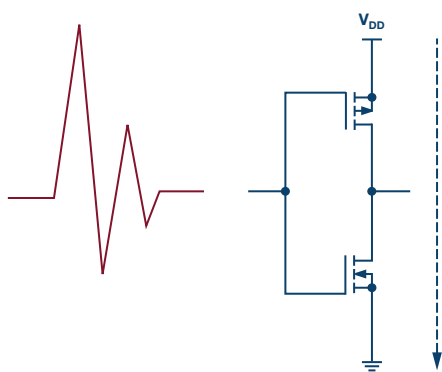

図 2. PMOS と NMOS の両方に中間領域の電圧が印加される様子。両方が同時に導通することから、電源とグラウンドの間に漏れ電流の経路が形成されます。
入力に、推奨レベルのハイ (1) またはロー (0) の電圧が印加されると、PMOS FET と NMOS FET のうちいずれか一方がオンになります。言い換えると、適切なデジタル信号が印加されている場合には、両方が同時にオンしたままになることはありません。ただし、入力駆動電圧が図中の中間領域 (不定領域) にある場合には、PMOS と NMOS が同時に導通します。つまり、その場合は電源とグラウンドの間に漏れ電流の経路が形成されるということです (図 2)。入力ピンをどこにも接続していないフローティングの状態では、入力ピンのノードがノイズを拾ってしまい、中間領域に陥ってしまうことがあります。そうすると、漏れ電流による電力消費が発生してしまうのです。お客様のボードでこの現象が起きていたとすれば、通常よりも多くの電力が消費されているということも、その状態がランダムに発生するということも説明がつきます。